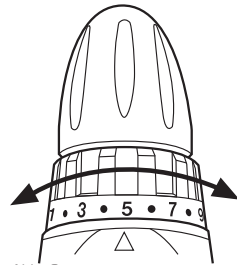

Abb. 8
1. Drehen Sie die Drehmomentvorwahl (3) nach links oder rechts. Die unterschiedlichen Stufen rasten spürbar ein. Das geringste Drehmoment ist eingestellt, wenn die Pfeilmarkierung auf die „1“ des Drehringes gerichtet ist. Das höchste Drehmoment ist eingestellt, wenn die Pfeilmarkierung auf die „19“ des Drehringes gerichtet ist (Abb. 8).